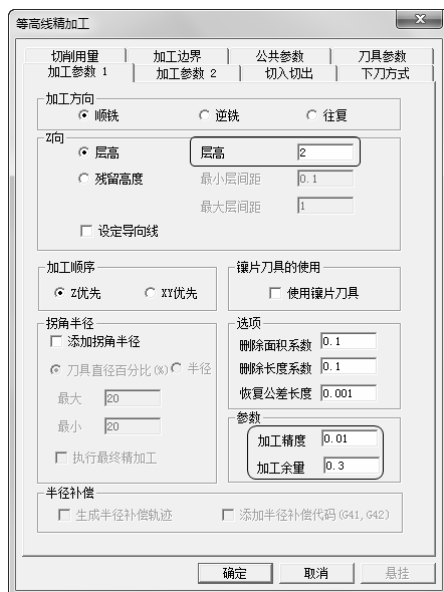

图 3-59 “加工参数 1”选项卡
1) 单击“加工参数 1”选项卡,设置“加工方向”为“顺铣”,“Z 向”为“层高”,“加工顺序”为“Z 优先”,其余选为系统默认。具体“层高”、“加工精度”、“加工余量”参数数值如图 3-59 所示。